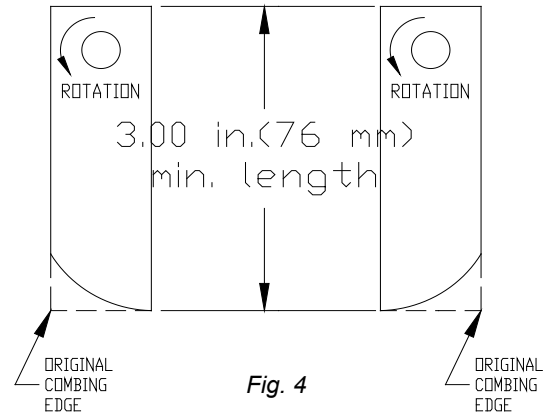

Fig. 4
4. Kontrollera om bladen är slitna och byt omedelbart ut alla böjda eller spruckna blad. Mät bladets totala längd. (Se bild. 4)